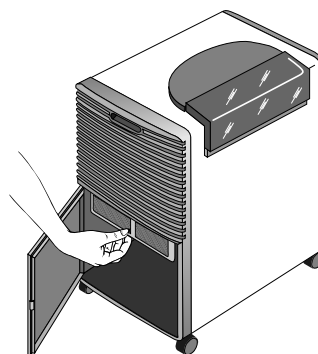

Fig. 4
- Para sacar el filtro de aire, abrir la puerta del depósito extraíble, sacar el depósito y retirar el filtro tirándolo hacia abajo (fig. 4).